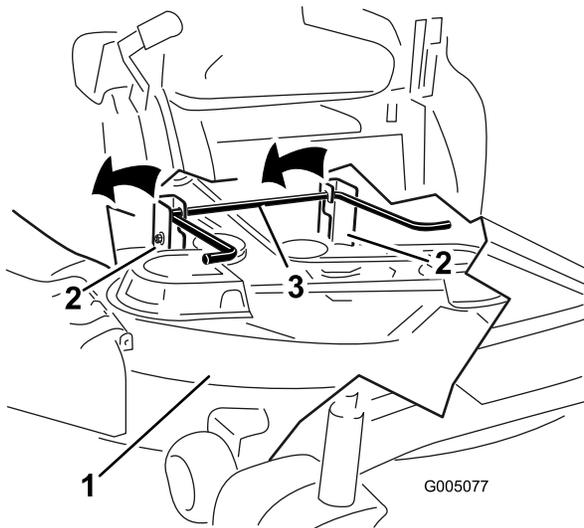

Figura 67
6. Eleve la carcasa de corte y separe ésta y las pletinas de suspensión de la varilla de elevación trasera; luego baje el cortacésped con cuidado al suelo (Figura 67).
5. Eleve la parte trasera de la carcasa de corte y coloque los soportes sobre la varilla de elevación trasera (Figura 67).
5. Coloque el muelle en la varilla según se muestra en Figura 67, de manera que el extremo corto del muelle suba desde debajo de la varilla antes de la curva y pase por encima de la varilla después de la curva.